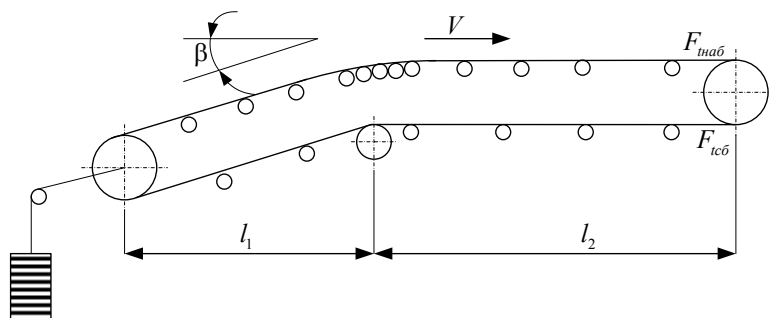

Рис. 2
2. Рассчитать ленточный конвейер для перемещения влажного песка (рис.2).